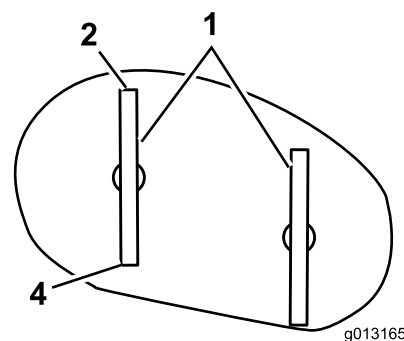

Figura 46
Ruotate con cautela le lame dal lato anteriore a quello posteriore (Figura 46).
7. Misurate la distanza tra la punta anteriore della lama sinistra e la superficie piana (Figura 46).